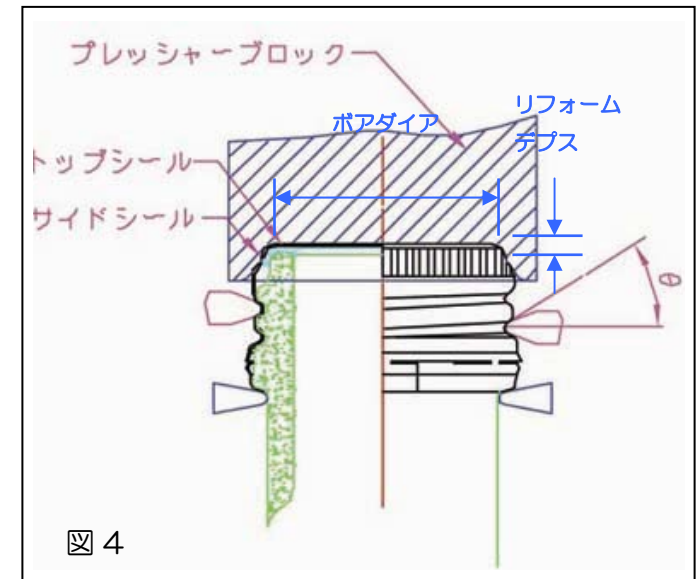

図 4
- B) トップサイドシール…ハイロック/フレーザー/アルテンと言われる PP キャップで、壘口の天面(トップ)と瓶口の天面から側面にかけてキャップを絞り込んだシール方法。ガス入りなどで内圧の高いものに使用。(図 4) 壘口天面にも段差がついています。
トップサイドシールのプレッシャーブロックは図 4 のように段がつけられています。段の口径をボアダイア、段の深さをリフォームデプスと称します。28SH (28mm シャロー) の場合、ブロックのボアダイア=25.5mm、リフォームデプス=2.2mm (1.8mm 以上) が業界の共通寸法です。(ボトル缶は、ボアダイア=26.35mm、リフォームデプス=1.8mm のようです。)